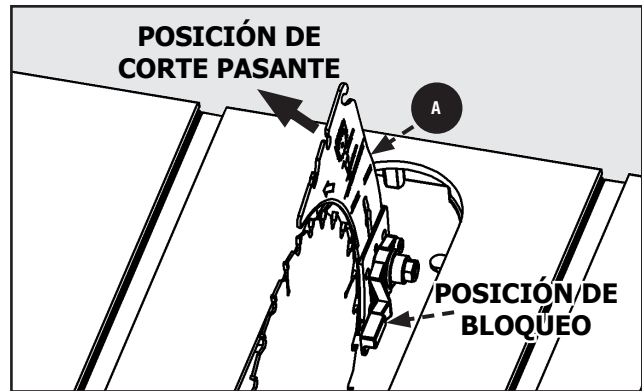

FIGURA 10
8. Regrese las llaves **PC8** y **PC9** a la ubicación de almacenamiento integrado y asegure la tuerca de mariposa M8. Coloque el separador en la posición de "corte pasante" antes de la instalación de la placa de garganta. Véase la Figura 10.